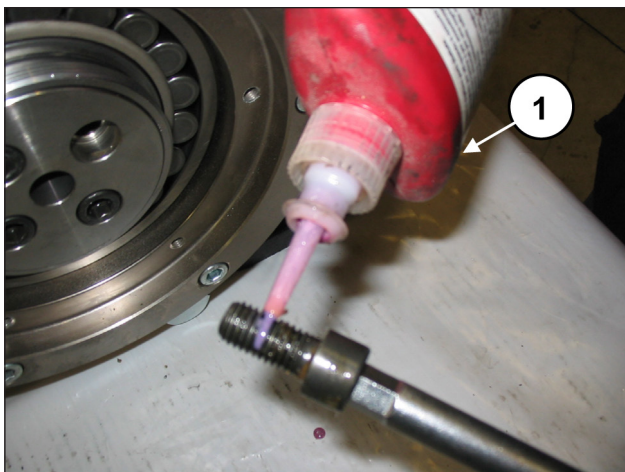

Fig. 88
Aplicar LOCTITE 243 a las roscas de los tornillos M12x25 (pos. ①, Fig. 88).